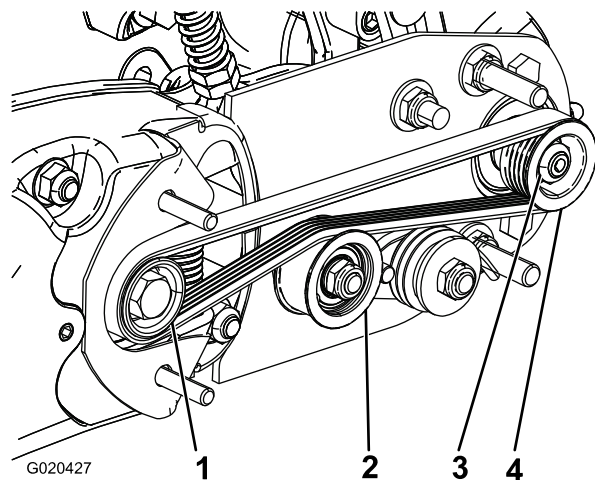
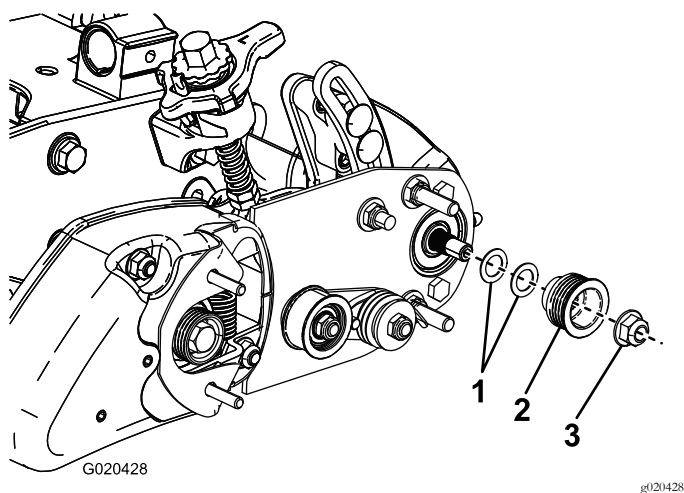

図 22
図 23
1. 受動プーリローラブラシのシャフト位置のは内外に動かすことができます 図 22。
2. リールを回しながらつまり駆動プーリを回しながら、駆動プーリからベルトをはずす 図 22。
3. 受動プーリをブラシシャフトに固定しているロックナットを取り外す 図 22または図 23。
4. シャフトから受動プーリを取り外す 図 23。
5. プーリを外側に出したい場合には、0.8mm 厚のスペーサを1枚入れる 図 23。プーリを内側に入れたい場合には、0.8mm 厚のスペーサを1枚抜き取る。